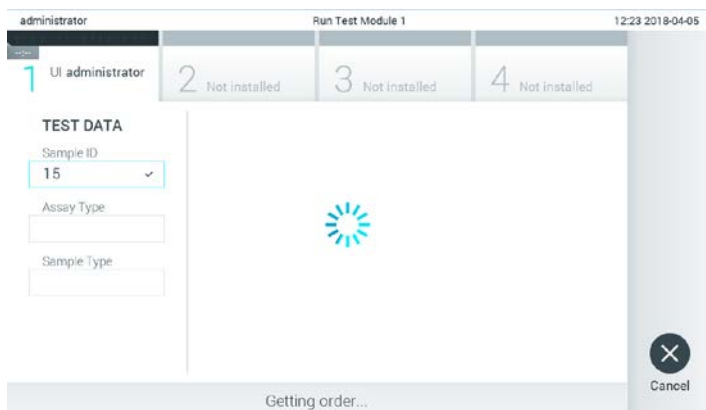

Figura 73. Apresentação durante a obtenção de um pedido de teste.
3. A Sample ID (ID da amostra) é enviada para o anfitrião e, enquanto o QIAstat-Dx Analyzer 1.0 aguarda por um pedido de teste, é apresentada a mensagem "Getting order..." (A obter pedido...) (Figura 73).